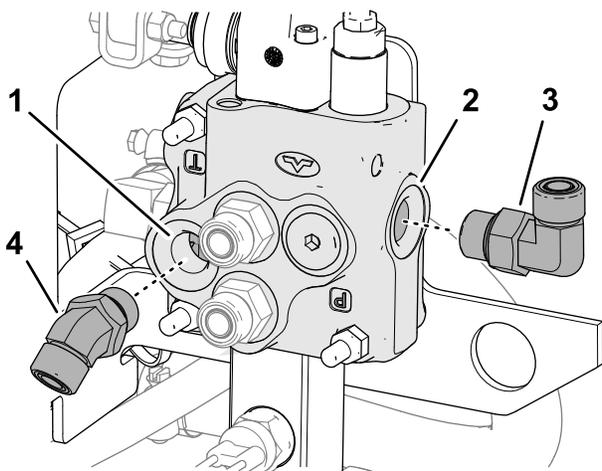

Рисунок 11
1. Установите 45-градусный штуцер в отверстие Т вспомогательного клапана (Рисунок 11).